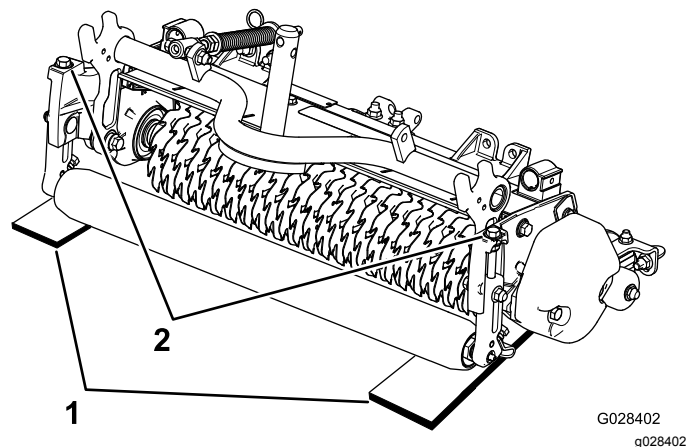

Figura 10
2. Coloque 2 barras de ajuste, cuyo grosor sea igual a la profundidad deseada de penetración en el suelo, debajo de los rodillos delantero y trasero del molinete de verticorte, en cada extremo del molinete (Figura 10).
3. Gire el perno de ajuste de cada soporte de altura de corte (Figura 10) hasta que las cuchillas